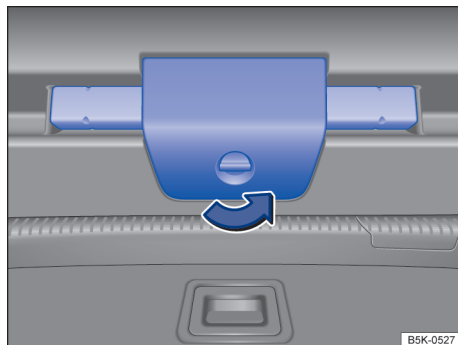

Fig. 66 Na tampa do compartimento de bagagem: abrir o suporte para o triângulo de segurança.
- Girar a tampa do suporte do triângulo de segurança em 90° em sentido anti-horário → Fig. 66.